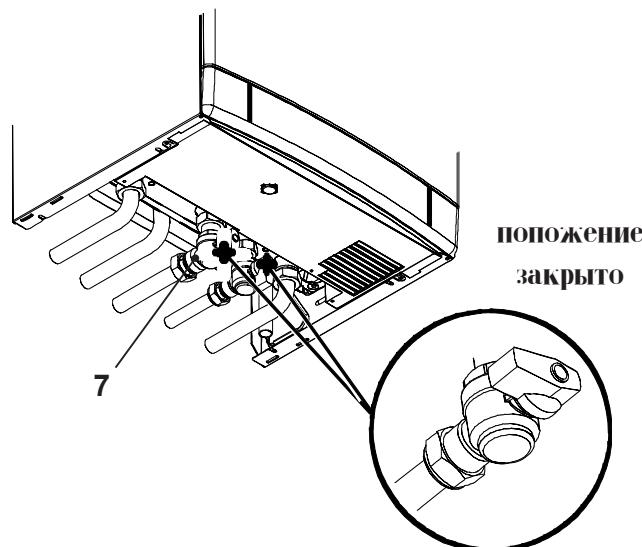

рисунок 2.10
- Перекройте кран подачи газа 7 и краны водяных контуров, расположенные под котлом (рисунок 2.10).
Перекройте краны, расположенные в нижней части котла (рисунок 2.10) и обратитесь к специалистам Авторизованного сервисного центра.